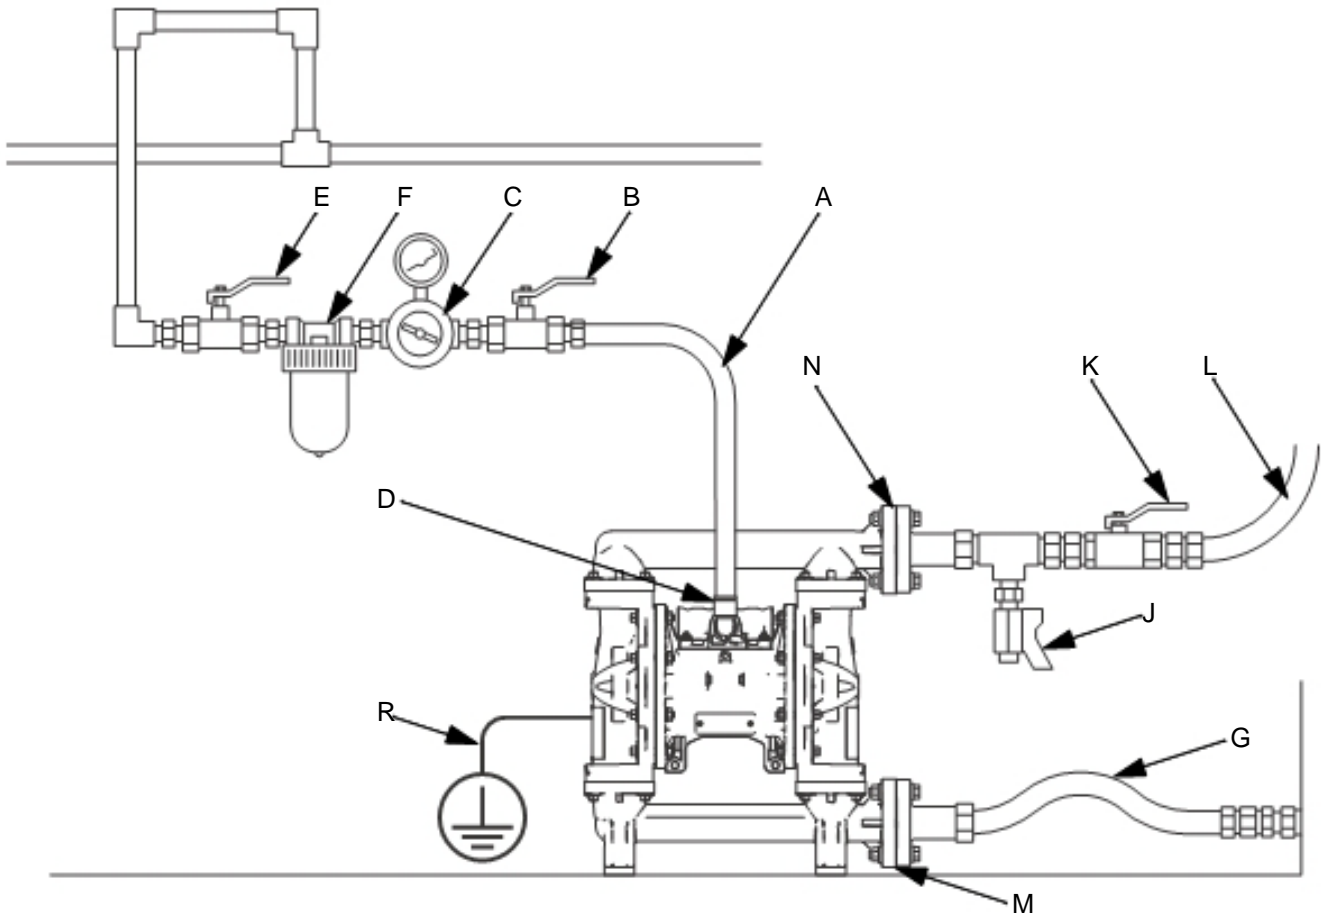

FIG. 5. 典型 地板式 安装 (聚丙烯, VA25P, 泵演示)
关键 图. 4、 图. 5:
- M 液体进口 (铝质, 图. 4, 4个端口, 一个不可见; 塑料, 图. 5, 中心或末端法兰; 不锈钢, 一个端口)
N 液体出口 (铝, 图4, 四个接口, 一个不可见; 塑料, 图5, 中心或端口法兰可用; 不锈钢, 一个端口) 挂载
1英寸凸面ANSI / DIN法兰(图5, M, N)